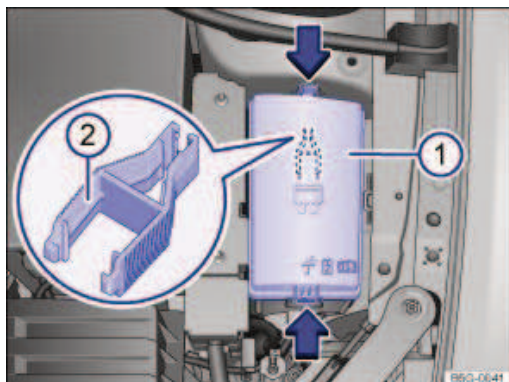

Fig. 192 Dans le compartiment-moteur : cache ① de la boîte à fusibles avec pince en plastique ②
- Poussez les touches de verrouillage dans le sens des flèches pour déverrouiller le cache de la boîte à fusibles → Fig. 192 ①.
Une pince en plastique → Fig. 192 ② prévue pour retirer les fusibles peut se trouver sur la face intérieure du cache de la boîte à fusibles dans le compartiment-moteur.